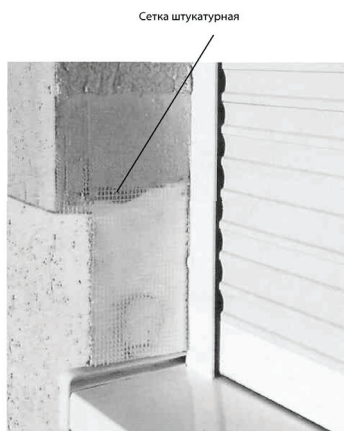

Рис. 17. Подготовка проема
3. Нанести на откосы и теплоизоляционную плиту штукатурную сетку (рис. 17), с нахлестом на фасад при помощи клея. Марка клея зависит от типа и изготовителя применяемого штукатурного раствора (Ceresit, "Момент" и др.).